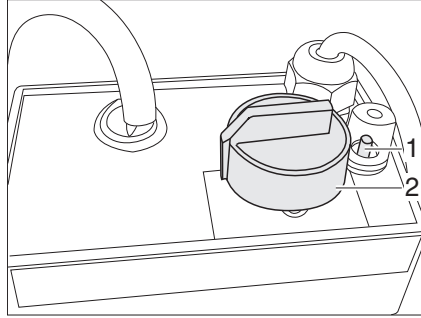

Fig. 176 Regulador para calentamiento eléctrico del piso
- Girar el regulador giratorio (Fig. 176,2) al nivel de calefacción deseado.
- Girar el regulador giratorio (Fig. 176,2) a la posición "0".
Cuando se sobrecarga el regulador, se activa la protección contra sobrecargas. El perno (Fig. 176,1) salta hacia fuera.
- Hundir el perno (Fig. 176,1) en la protección contra sobrecargas cuando se haya enfriado el regulador.